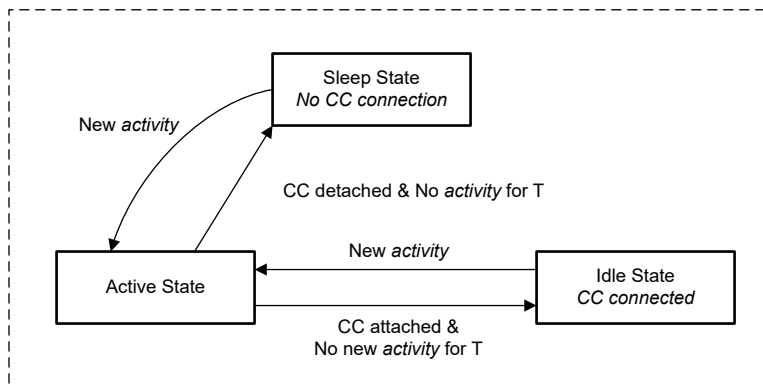

图 8-37. 电源状态流程图
TPS26742E-Q1 可在四种不同的电源状态之一下运行：运行、空闲、睡眠或关断。表 8-9 中总结了每个状态下可用的功能。该器件会根据处于运行状态和需要的电路在电源状态之间自动转换，请参阅图 8-37。在睡眠状态下，TPS26742E-Q1 会检测 Type-C 连接或进入运行状态所需的其他活动（比如液体检测操作）。在运行模式与空闲模式之间转换需要一段时间 (T)，其间不执行以下任何活动：